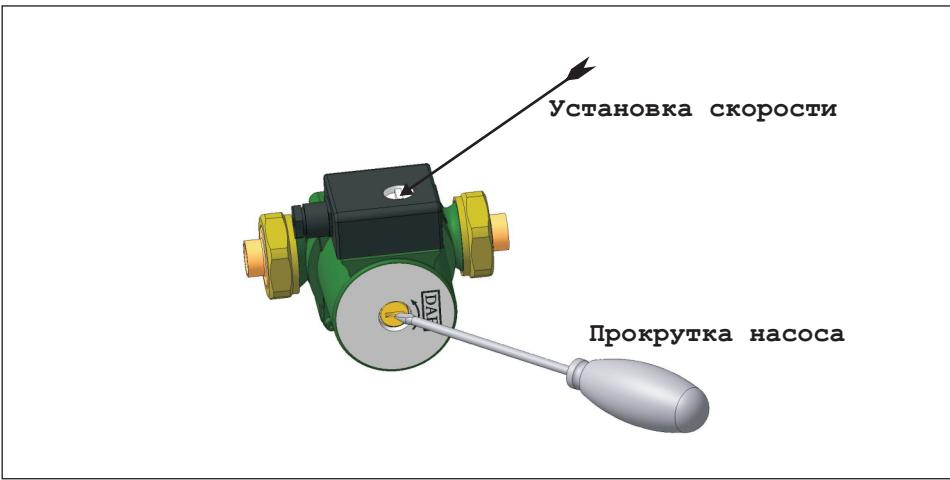

Рис.6
отвинтите защитный колпачок и поверните вал двигателя с помощью отвертки по стрелке (Рис.6). Установите защитный колпачок на место. Первый пуск насоса проведите на максимальной скорости. Работа может быть выполнена без привлечения специалиста сервисного центра.
7.1.13 В ходе эксплуатации системы подберите оптимальную скорость насоса. Переключение скорости (рис. 6) может быть произведено во время работы двигателя. При выборе меньшей скорости получается экономия электроэнергии и более низкий шумовой уровень.